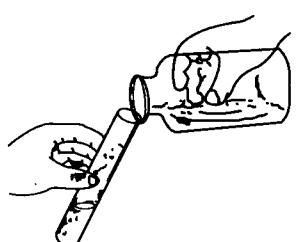

图7 平顶瓶塞试剂瓶的操作法
(1) 从平顶瓶塞试剂瓶中取用试剂的方法是:先取下瓶塞把它仰放在台上。用左手的大拇指、食指和中指拿住容器(如试管、量筒等),用右手拿起试剂瓶并注意使试剂瓶上的标签对着手心,倒出所需量的试剂,倒完后,应该将试剂瓶口在容器上靠一下,再使瓶子竖直,这样可以避免遗留在瓶口的试剂流到试剂瓶的外壁(图7)。必须注意,倒完试剂后瓶塞立刻盖在原来试剂瓶上,把试剂瓶放回原处,并使瓶上的标签朝外。
(2) 从滴瓶中取少量试剂的方法:瓶上装有滴管的试剂瓶称为滴瓶,滴管上部装有橡皮头,下部为细长的管子。试用时,提起滴管,使管口离开滴面,用右手指紧捏橡皮头,以赶出滴管中的空气,然后把滴管伸入试剂瓶中,放开手指,吸入试剂并滴入试管或烧杯中。